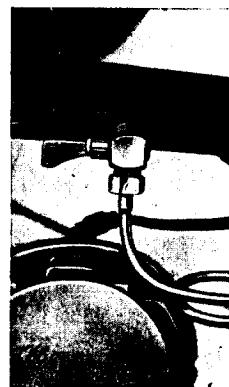

Abb. 4 Hahn geöffnet
2. Kraftstoffhahn öffnen (geschlossene Stellung Abb. 2, Normal-Stellung Abb. 3, Reserve-Stellung Abb. 4) und bei kalter Maschine auf den kleinen Knopf am Schwimmergehäuse des Vergasers drücken, bis der Brennstoff durch das Luftloch leicht überläuft.